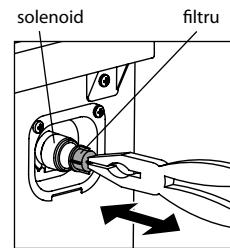

Figura 20
7.2.1 Filtrul din furtunul de alimentare, în conformitate cu Figurile 6 și 7, și filtru în filet conector a solenoidului, așa cum se arată în Figura 20, sunt montate pentru a preveni infundarea mașinii cu particulele solide (nisip, talaș de metal, etc.) din apă. Se recomandă să curățați filtrele, cel puțin o dată pe an.
— Scoateți filtrul de la capetele filetate ale solenoidului, cu o pereche de cleste sau pensete, așa cum se arată în Figura 20;